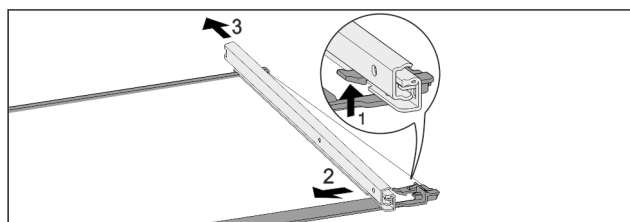

Fig. 139 Skleněná deska s kolejničkami
- ▶ Přední aretační háček zatlačte nahoru. Fig. 139 (1)
- ▶ Výsuvnou kolejničku vysuňte stranou Fig. 139 (2) a dozadu Fig. 139 (3).